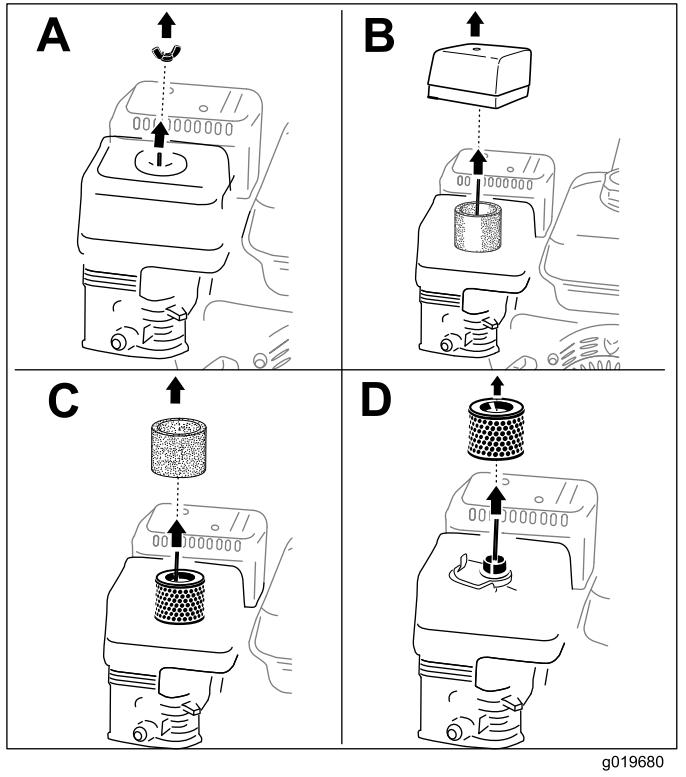

Figure 16
3. Déposez l'écrou de fixation du couvercle du filtre à air (Figure 16 Case A).
- Déposez le couvercle (Figure 16 Case B).
- Retirez de la base les éléments en mousse et papier (Figure 16 Case C).
- Sortez l'élément en mousse de l'élément en papier (Figure 16 Case D).